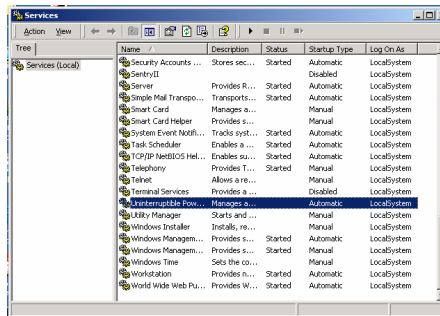

Figura 10 Finestra Servizi
3. Fare doppio clic sull'icona Services (Servizi). Compare la finestra Services (Servizi), come illustrato in Figura 10.